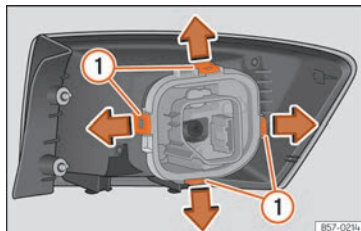

Fig. 115 Linguette di fissaggio nella parte posteriore del fanale di coda.
7. Smontare il portalampada sbloccando le linguette di fissaggio » **fig. 115 ①**.